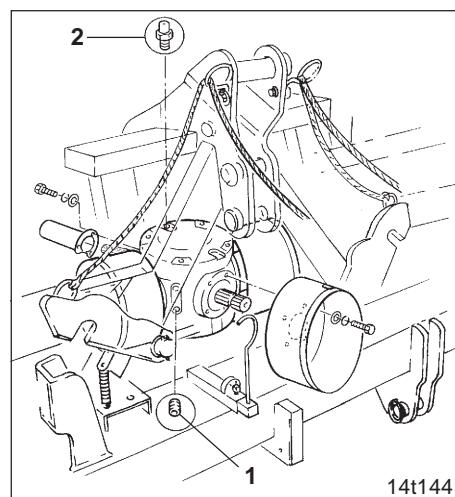

Fig. 19.3
Der Ölstand im Kreuzgetriebe (Fig. 19.3) ist immer bei waagrecht stehendem Kreiselsgrubber zu kontrollieren. Der Ölspiegel sollte nach dem Heraus-schrauben der **unteren** Ölkontrollschraube (Fig. 19.3/1) sichtbar sein.
Getriebeölwechsel im Kreuzgetriebe (Fig. 19.3) erstmals nach 50 Betriebsstunden, danach alle 400 Betriebsstunden. Die Öl-ablaßschraube befindet sich unterhalb des Getriebes.
Getriebeöl bei Bedarf durch die Gewindebohrung der Entlüftungsschraube (Fig. 19.3/2) dem Getriebe zuführen.
Beim Einfüllen von Getriebeöl in das Getriebe ist darauf zu achten, daß das verwendete Getriebeöl sauber ist und beim Einfüllen kein Schmutz in das Getriebegehäuse gelangen kann. Entlüftungsschraube (Fig. 19.3/2) hinterher auf festen Sitz prüfen.
**Das Kreuzgetriebe hat eine Entlüftungsschraube (Fig. 19.3/2). Die Entlüftung muß stets gewährleistet sein, da das Getriebe sonst undicht werden kann!**